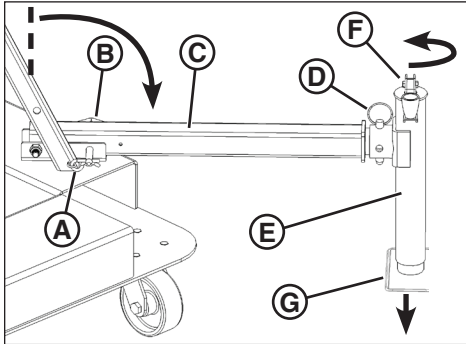

Figura 7
1. Retire el pasador de bloqueo (A, figura 7) y el pasador de bloqueo del balancín (B).
2. Baje el balancín (C, figura 7) en la posición de operación como se muestra, y bloquee en la posición de operación con el pasador de bloqueo del balancín. Asegure el pasador de bloqueo del balancín con el pasador de retención.
3. Retire el pasador de bloqueo del gato del estabilizador (D, Figura 7). Gire el gato
- Despliegue el mango (F, figura 7) del gato del estabilizador. Gire el mango hacia la izquierda para bajar el pie del gato (G) de manera firme en la superficie del sitio de trabajo.